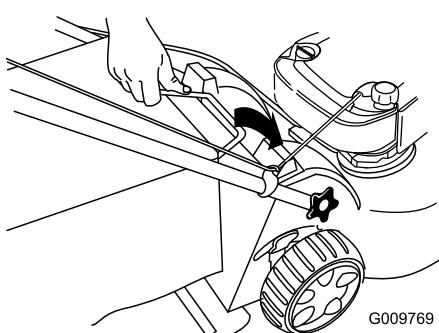

Figure 31
- Insérez la poignée du bac à herbe dans les rainures en haut de la machine (Figure 31).